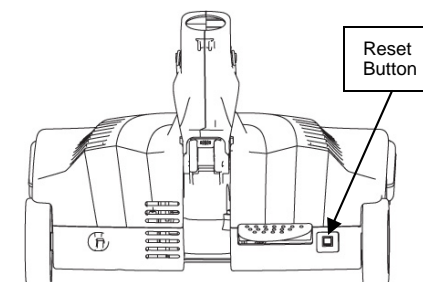

Fig. 23
- Appuyez sur le bouton de réinitialisation situé à côté du déclencheur de poignée. Ceci réinitialisera le disjoncteur. (Fig. 23)
**REMARQUE:** Si votre aspirateur éprouvait des difficultés même après avoir suivi les instructions ci-dessus, veuillez contacter le Service à la Clientèle au 1 (866) 826-6941.
8. Press the reset button located next to the handle release. This will reset the circuit breaker. (Fig. 23)
**NOTE:** If your vacuum fails to operate after you have carefully followed the instructions above, please call Customer Service at 1(800) 798-7398.